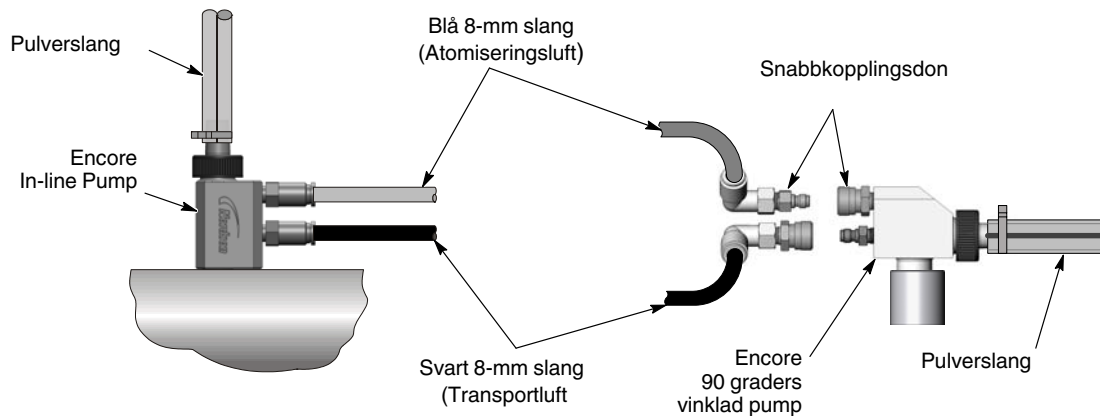

Bild 3-9 Pumpanslutningar
3. Se bild 3-9. Anslut luftslangarna till pumpens kopplingar.